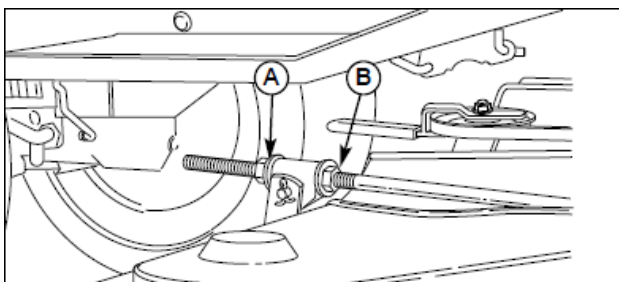

図 40 フロント to バックレベルの調整
8. モアデッキの正面を上げるために、前部のナット(B)をゆるめて、後部のナット(図 40 の A)を回してブラケットにもたれさせてください。モアデッキの下の正面に、後部のナット(A)を緩めてください。ブラケットはロッドを延ばすために後方に動きます。